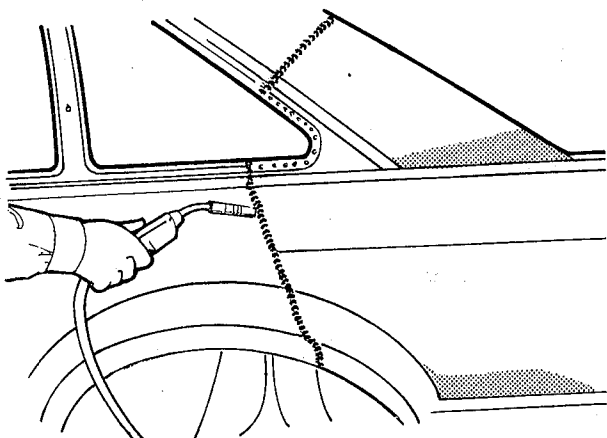

fig. 142
10. Soldar, pelo sistema MIG, as uniões do novo painel com a coluna "C", e com o painel remanescente (fig. 142)